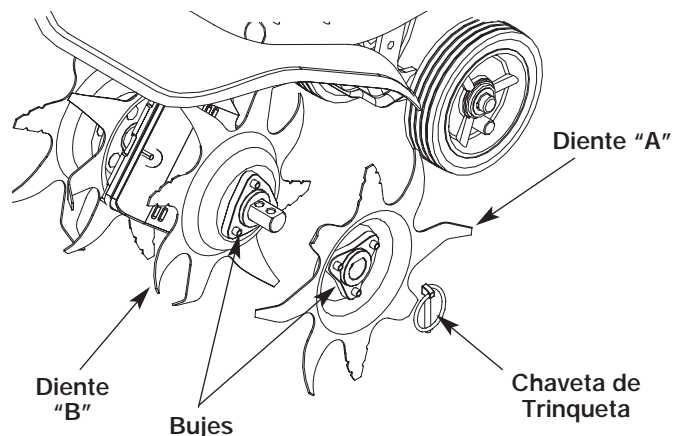

Fig. 15
- Saque las presillas del pasador de la horquilla y los pasadores de la horquilla (Fig. 15).
- Ubique un diente A y un diente B en el árbol del diente (Fig. 15).